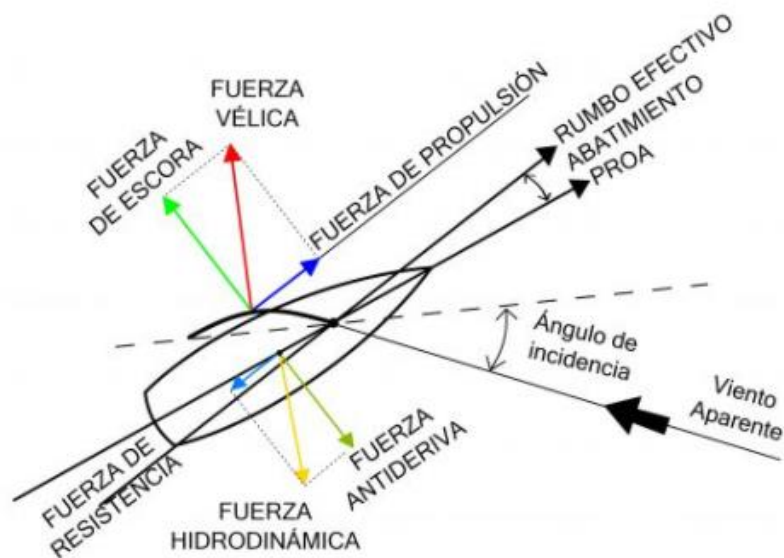

Figura 26. Diagrama de fuerzas. Fuente: <https://navegantesoceanicos.com/>
La Figura 26 corresponde al diagrama de fuerzas que actúan sobre el buque debido a la presión del viento sobre la vela.
- Rumbo efectivo: Es la dirección que forma la trayectoria del buque con el meridiano. Si bien en la Figura 26, se emplea el término *rumbo efectivo*, lo habitual es llamar a esta dirección **rumbo superficie**, reservando la denominación de *rumbo efectivo* cuando interviene una corriente.